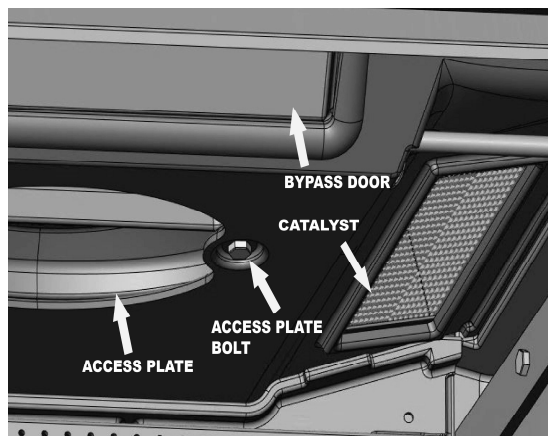

Figure 8– Détail de la plaque d'accès et du catalyseur Moitié (côté gauche illustré)
2. Retirez la plaque d'accès (voir figure 8) à l'aide